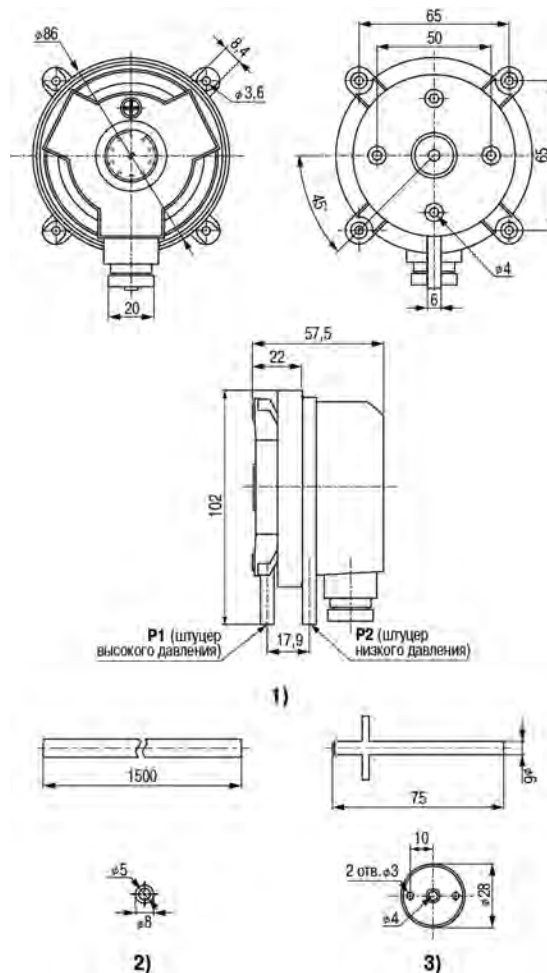

Рисунок 4.1 – Габаритные и присоединительные размеры прибора (1), импульсной трубки (2) и штуцеров (3)
- габаритные и присоединительные размеры на технологическом объекте соответствуют размерам прибора (см. рисунок 4.1);